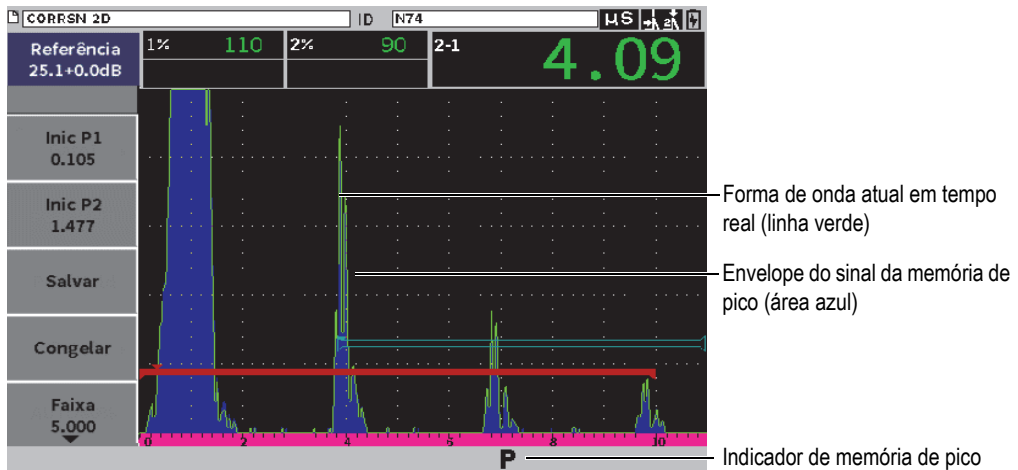

Figura 7-11 Exemplo de envelope do sinal da memória de pico
A função de memória de pico ativa a captura de tela e o armazenamento de memória de amplitude de cada aquisição A-scan. Ao realizar o rastreamento com o transdutor sobre um refletor, o envelope do sinal de pico de memória (eco dinâmico como em função da posição do transdutor) é apresentado na tela como uma linha azul (veja Figura 7-11 na página 108). A tela é utilizada sempre que um sinal de amplitude maior é adquirido. Além disso, a forma de onda atual é exibida no local adequado no envelope do sinal.
1. Com a porta ativa e o menu da barra lateral sendo exibido, gire o botão de ajuste para selecionar o botão **Memória de pico** (veja Figura 7-11 na página 108).